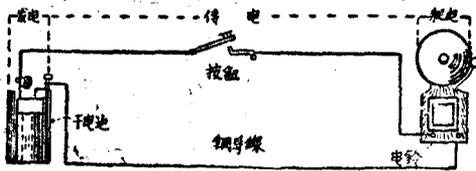

图14 实用电路
⑧简单电路：一个电路是用导线连接而成的通路，可使电子流通，将电能从一点转移到另一点。最简单的电路可以象图14。